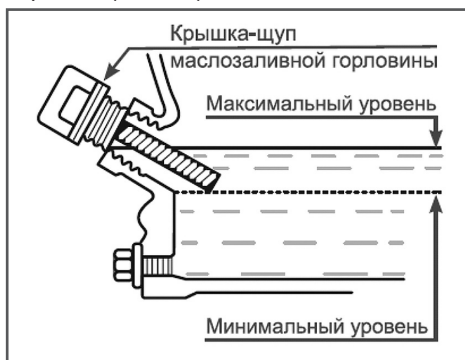

Рис. 11 Проверка уровня масла в картере
*Максимальный уровень масла в картере соответствует нижней кромке заливного отверстия (Рис. 11).*
4. Аккуратно извлеките щуп и осмотрите его. Уровень масла должен соответствовать верхней отметке на щупе. При недостаточном уровне масла в картере необходимо долить чистое масло до верхней отметки на щупе, что соответствует нижней кромке заливного отверстия (Рис. 11).